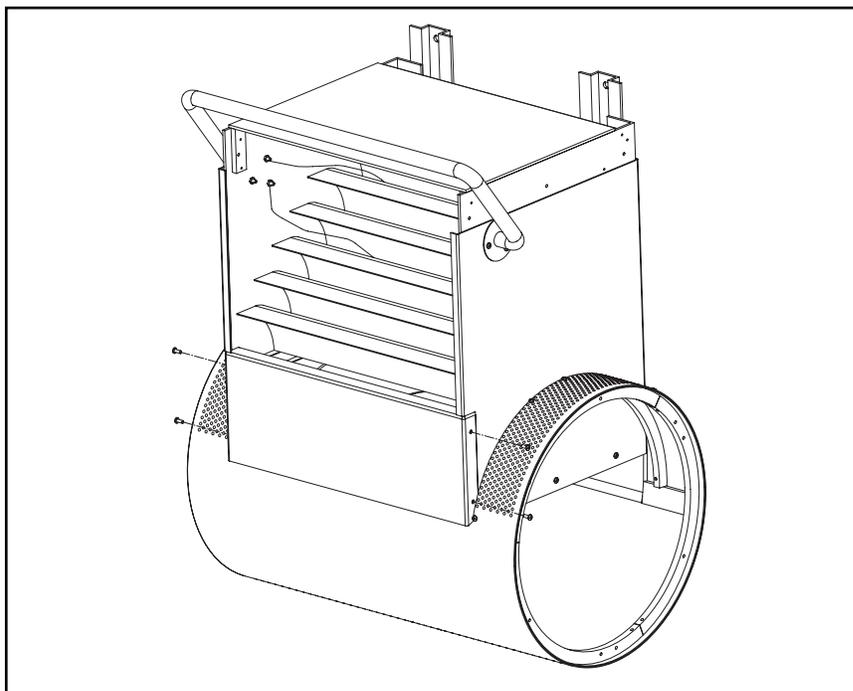

Fig. 6.9
6.11 Vuelva a colocar el collarín en la carcasa superior. De nuevo, habrá dos tornillos a cada lado del collarín (Fig. 6.9).